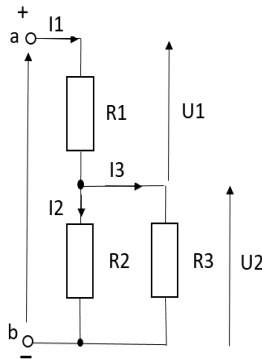

Рис.1.1 Схема для дослідження
1.3 На лабораторному стенді скласти електричне коло за схемою, приведеною на рис.1.1.
2.2 Виходячи з умови, що до кола, зображеного на рис. 1.1. на точки а,в подається постійна напруга величиною 3 В, опори резисторів рівні даним, вказаним в колонці «Обчислені величини», обчислити напруги U1, U2 та струми I1, I2, I3. Обчислення провести з точністю до  $10^{-3}$ . Обчислені дані занести в таблицю.
1.1. В програмному середовищі Multisim скласти електричне коло за схемою, приведеною на рис.1.1.
2.2 Виходячи з умови, що до кола, зображеного на рис. 1.1. на точки а,б подається постійна напруга величиною 3 В, опори резисторів рівні даним, вказаним в колонці «Обчислені величини», обчислити напруги  $U_1$ ,  $U_2$  та струми  $I_1$ ,  $I_2$ ,  $I_3$ . Обчислення провести з точністю до  $10^{-3}$ . Обчислені дані занести в таблицю.